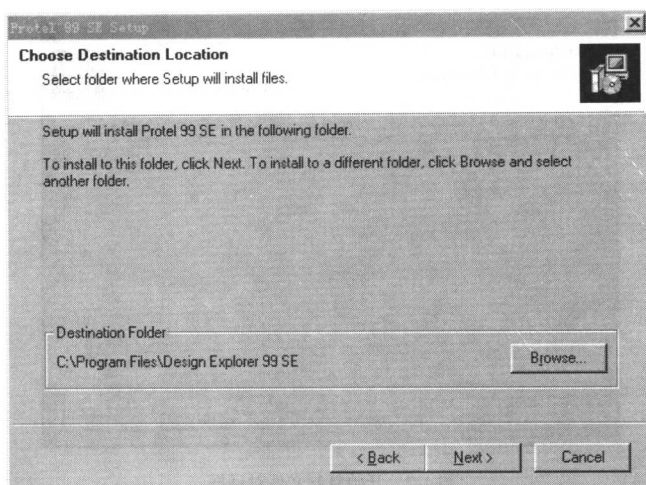

图 1-4 选择安装目标路径对话框
(3) 单击  按钮，将出现选择安装目标路径对话框，如图 1-4 所示。该对话框提供了安装 Protel 99 SE 的默认路径，如果要更改路径，可以单击  按钮，选择安装路径。